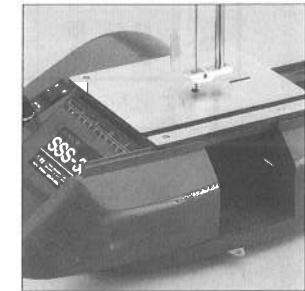

図14
- ブレードの下部支柱の周囲についている切りくずを取り除いてください。(図14参照)